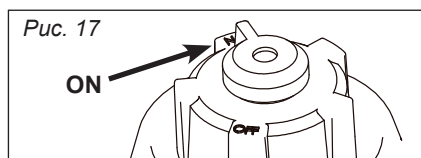

Рис. 18
2. Поверните переключатель «3 в 1» в положение ③ (рис. 18).